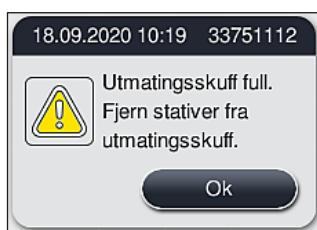

Fig. 90
- Utmatingsskuffen må åpnes, og stativene må tas ut senest når du ser varslemeddingen om at utmatingsstasjonen er helt full (→ "Fig. 90"). Hvis varslemeddingen ignoreres, kan ikke stativene transporteres videre til utmatingsstasjonene. Avvikende trinntider og forsinkelser i fargeprosessen kan endre og i verste fall gjøre fargeresultatene ubrukelige.